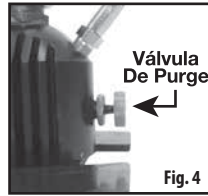

Fig. 4
7. Asegúrese de que la válvula de purga de la bomba de mano esté completamente cerrada (apriétela en dirección de las manecillas del reloj) (Fig. 4).